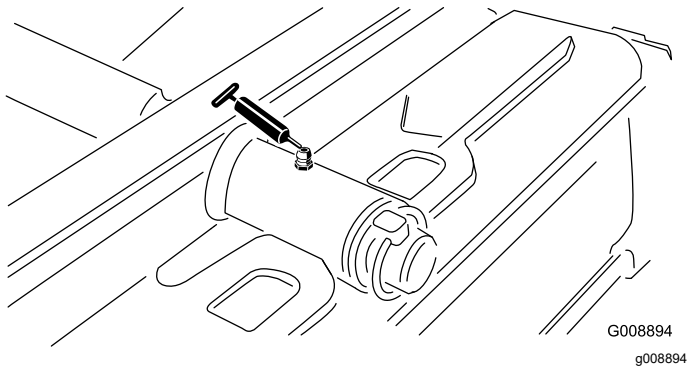

Figura 28
- Pivote de la unidad de corte trasera (Figura 28).